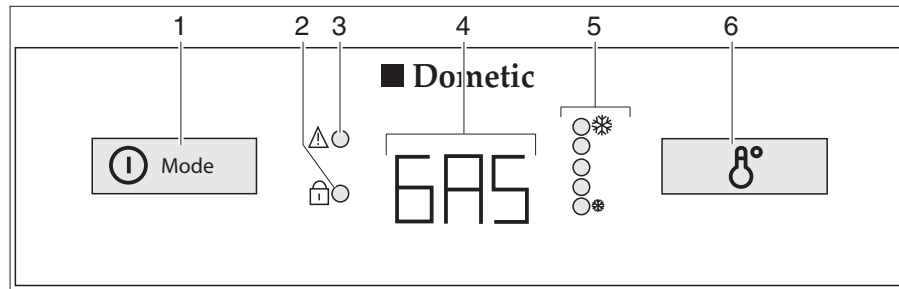

Fig. 245 Boutons de commande pour le réfrigérateur (Dometic Série 8 avec AES)
En cas de dysfonctionnement, l'indicateur DEL de dysfonctionnement "⚠" (Fig. 245,3) clignote.
Lorsque l'alimentation 230 V n'est **pas** branchée et le moteur du véhicule est à **l'arrêt**, le AES choisira automatiquement l'alimentation en gaz. Dès que le fonctionnement au gaz est activé, la veilleuse de sécurité s'ouvre automatiquement, de sorte que le gaz peut arriver au brûleur. En même temps, l'allumage électronique est connecté. Si la flamme s'éteint, p. ex. en raison d'un courant d'air, l'allumage s'active automatiquement et rallume le gaz. En cas de dysfonctionnement du régime au gaz, le texte "GAS" clignote dans le voyant de contrôle (Fig. 245,4).
Lorsque le réfrigérateur est mis en marche, il choisit automatiquement la température moyenne du thermostat. Ce réglage peut cependant être corrigé manuellement à l'aide d'interrupteur réglage de la température (Fig. 245,6). Les indicateurs DEL (Fig. 245,5) indiquent le réglage du thermostat sélectionné. La température de réfrigération de tous les trois types d'énergie est réglée par le même interrupteur. Il faudra attendre quelques heures jusqu'à ce que le réfrigérateur ait atteint sa température normale de réfrigération. Il garde toutefois son réglage de température lorsqu'on change d'un mode à un autre. La température de réfrigération est maintenue indépendamment du type d'énergie choisi.
- Appuyer sur le commutateur/sélecteur de source d'énergie (Fig. 245,1) pendant 2 secondes pour mettre l'appareil en marche. Le dernier mode de fonctionnement sélectionné est indiqué dans le voyant de contrôle (Fig. 245,4).
- Choisir le type d'énergie à l'aide du commutateur/sélecteur de source d'énergie (Fig. 245,1).
- Régler la température de refroidissement sur l'interrupteur de réglage de la température (Fig. 245,6). Les indicateurs DEL (Fig. 245,5) indiquent le réglage du thermostat sélectionné.
- Appuyer pendant 2 secondes sur le commutateur/sélecteur de source d'énergie (Fig. 245,1). Tous les indicateurs s'éteignent.